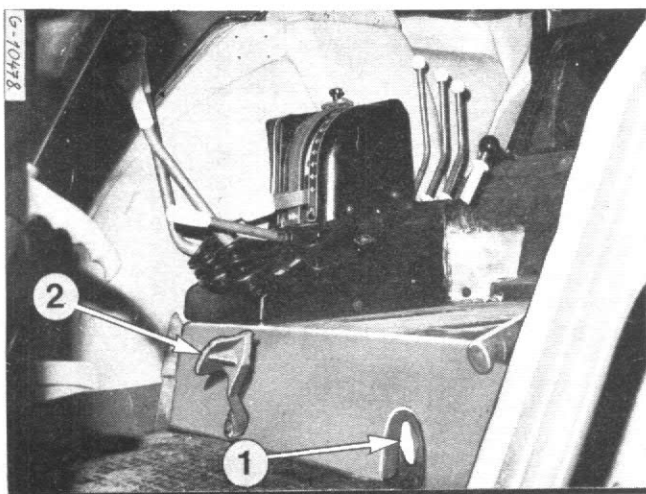

Fig. 15, enlever les éléments suivants :
- Enlever les roues arrière puis effectuer les opérations dans l'ordre indiqué par les numéros de repère des Fig. 15 à 18.